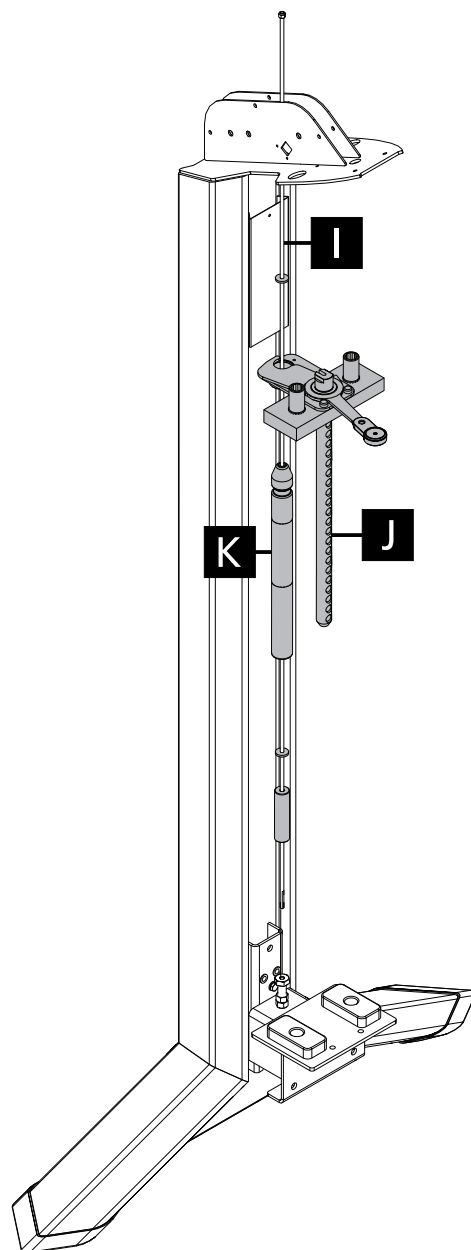

Figura 7-1
1 - Posicione a haste guia do peso fracionado com a porca (10) já travada na parte superior da torre (figura 7-1).